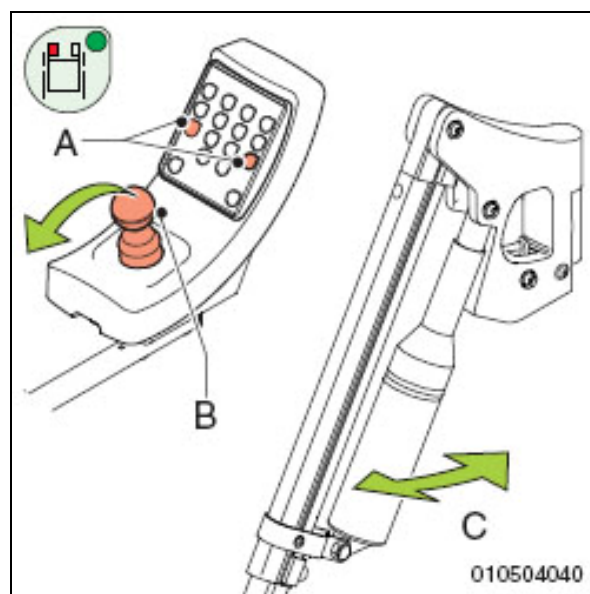

Figure 3.20
- Sur le panneau du boîtier de commande, appuyez sur le symbole du réglage d'angle du repose-jambe (A dans la fig. 3.20) dont l'angle (C dans la fig. 3.20) doit être réglé.